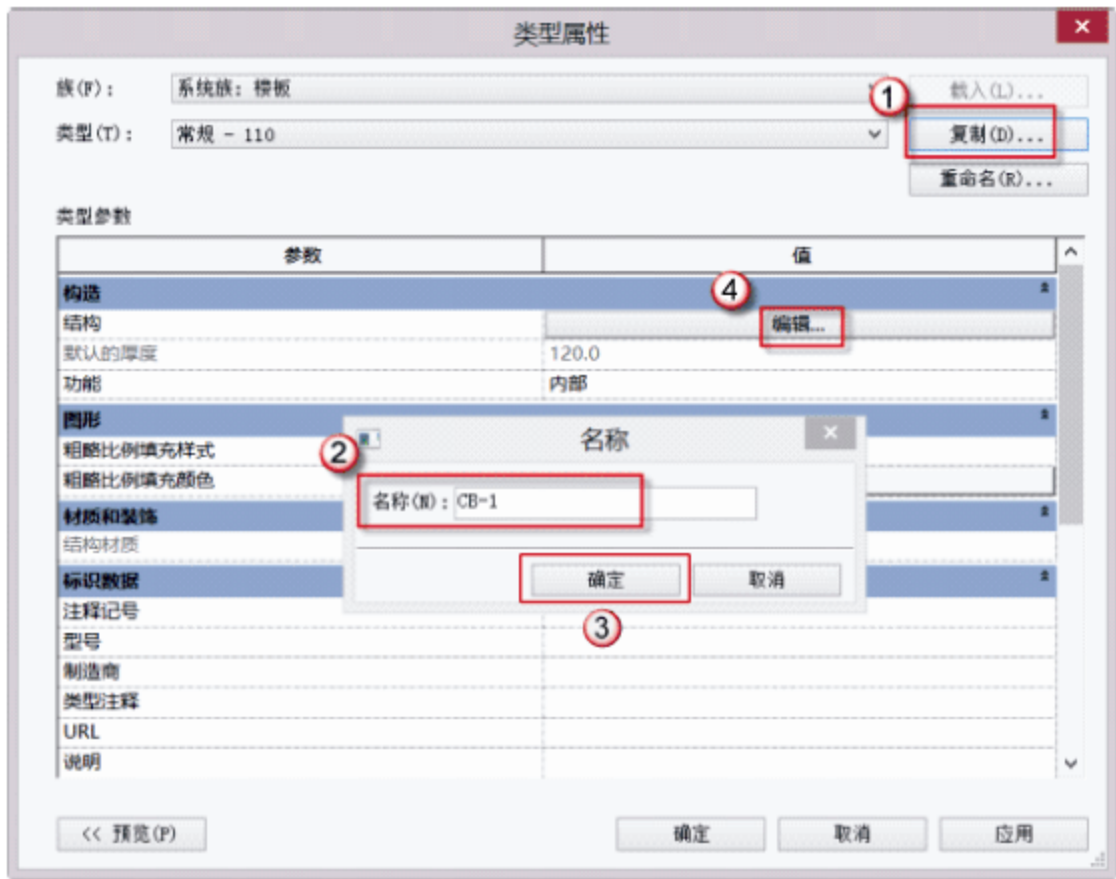
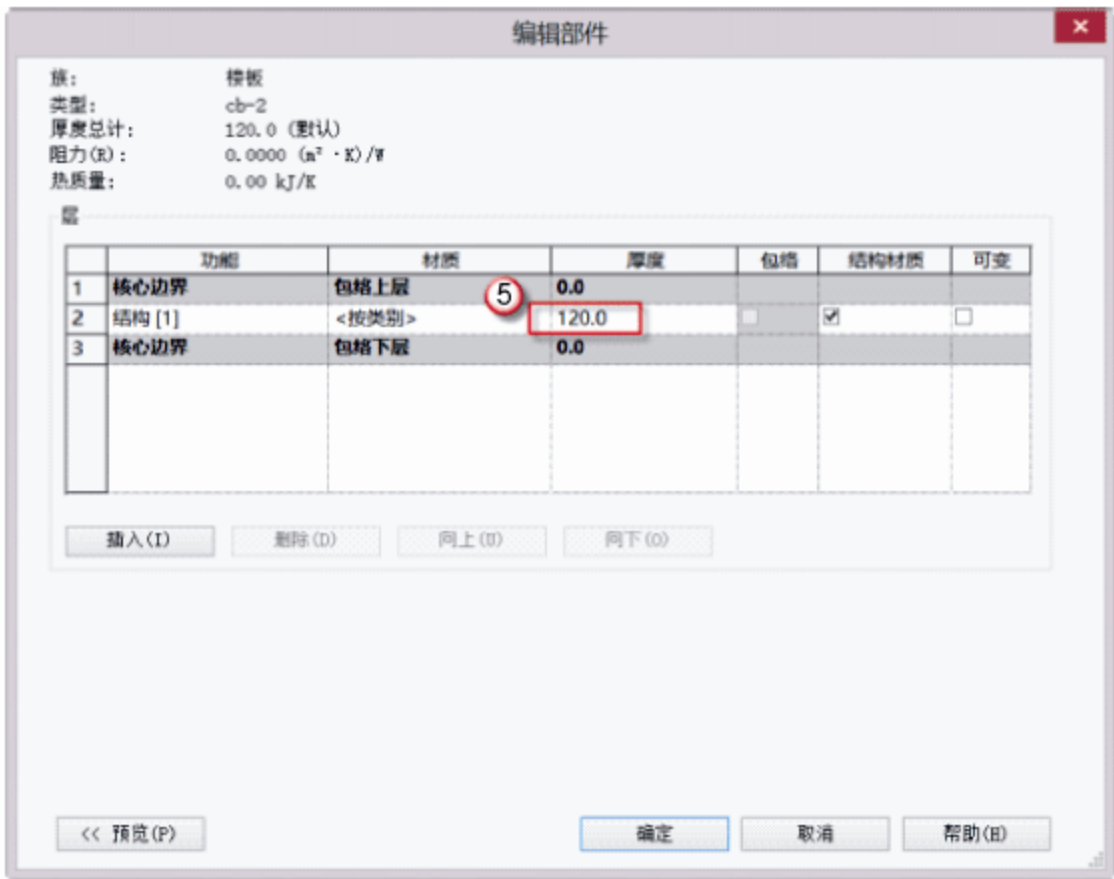

图 5.2.39 新建出屋面板 CB-2
图 5.2.40 编辑出屋面板尺寸
(5) 新建出屋面板 CB-2。由 DWG 图可得，CB-2 的板厚为 120，选择“结构”→“楼板”→“楼板：结构”→“编辑类型”命令，在弹出的“类型属性”对话框中，单击“复制”按钮，在弹出的对话框中输入“CB-2”，单击“确定”按钮，在“尺寸标注”栏中输入结构楼板厚度，单击“确定”按钮，如图 5.2.39 和图 5.2.40 所示。